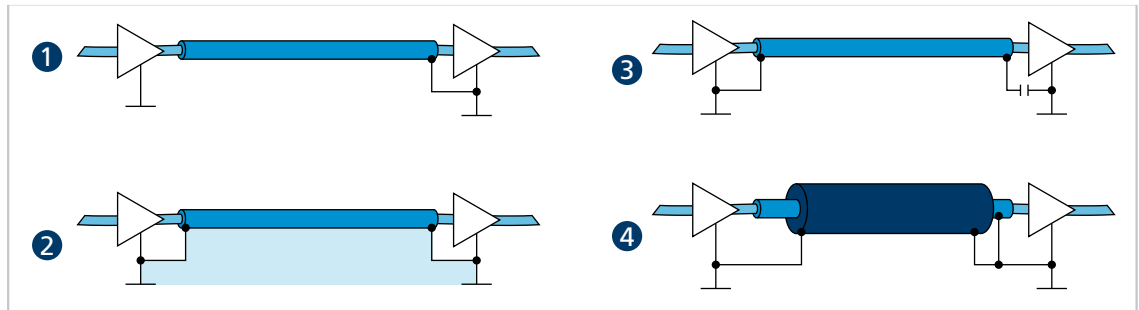

Abb. 19: Verschiedene Möglichkeiten der Schirmanbindung
- ▶ Die Motorphasen in einem Schirm, getrennt von den Sensor- oder Encodersignalen, führen und mindestens motorseitig auflegen (siehe 1 bzw. 2 in Abb. 19).
Optional können die Sensorsignale mit den Motorphasen in einem gemeinsamen Kabel/Isolationsschlauch unter Verwendung eines weiteren Außenschirmgeflechts geführt werden. Dieses Außenschirmgeflecht muss beidseitig aufgelegt werden (z. B. 4 in Abb. 19). Eine Lösung wie 2 in Abb. 19 ist für diese Konfiguration nicht in jedem Fall funktionsfähig. Falls dies durch Erdversatz nicht möglich ist, die HF-Verbindung über speziell geeignete Kondensatoren (z. B. Safety-Kondensatoren wie Y1/Y2/X1/X2, siehe 3 in Abb. 19) herstellen. Dabei den Schirm außer an Motoranschluss- und Controllerseite nicht mehrfach auflegen.